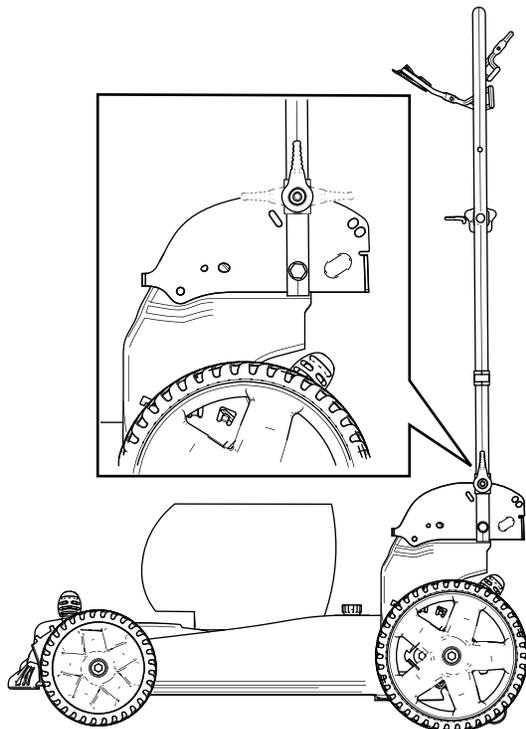

Bild 20
4. Klappen Sie den Holm nach vorne entweder in die aufrechte Stellung oder in die ganz nach vorne geklappte Stellung, wie in Bild 20 abgebildet.